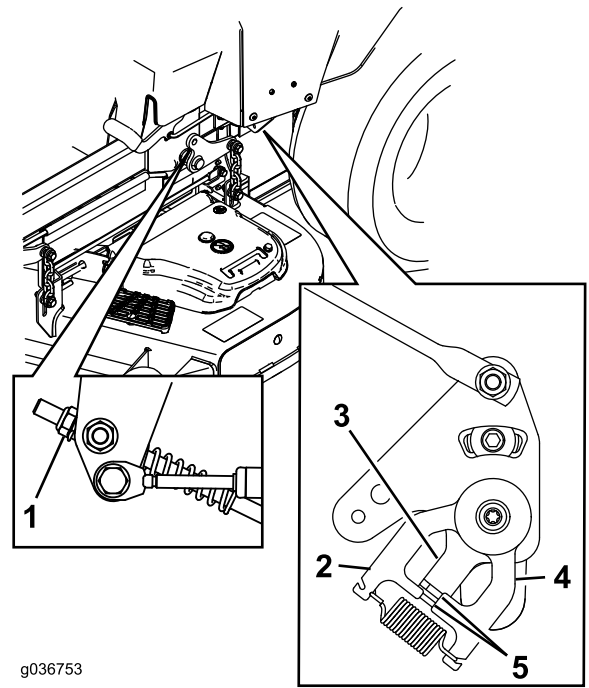

Figura 104
- Ajuste la longitud de las varillas de control de las bombas girando la tuerca en el sentido apropiado, hasta que las ruedas se muevan ligeramente en marcha atrás (ver Figura 104).